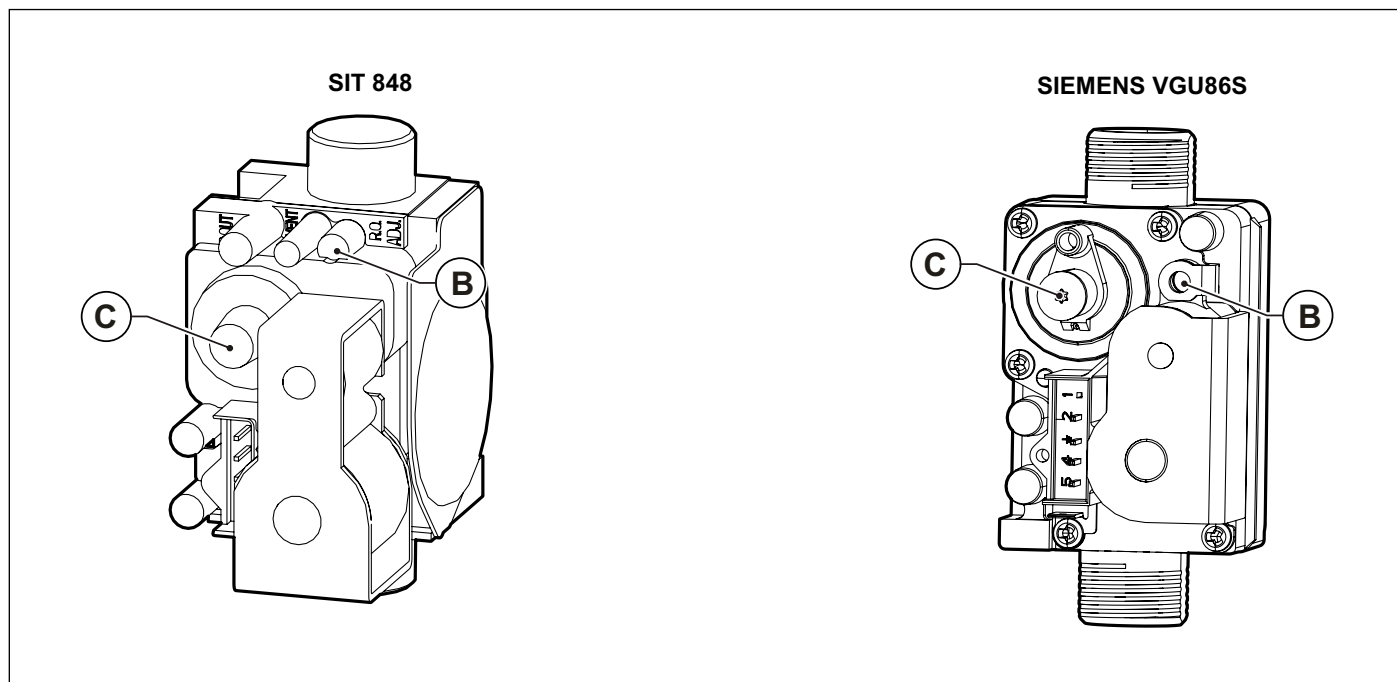

Fig. 45 Reglarea valvei de gaz
- Reglați valoarea dioxidului de carbon (CO₂) din gazele arse, rotind regulatorul de raport **B** (vezi Fig. 45 Reglarea valvei de gaz) și asigurați-vă că reintră în limitele din Tab. 27 Valori ale CO₂ în gazele arse. Lăsați centrala în modul curățare și treceți la pasul următor de reglare la puterea minimă.
- Reglați valoarea dioxidului de carbon (CO₂) din gazele arse, rotind regulatorul **C** (vezi Fig. 45 Reglarea valvei de gaz) și asigurați-vă că reintră în limitele din Tab. 27 Valori ale CO₂ în gazele arse.
- Rotiți regulatorul de raport **B** (a se vedea Fig. 45 Reglarea valvei de gaz) pentru a regla valoarea oxigenului (O₂) din gazele de ardere până când aceasta se încadrează în limitele Tab. 29 Valorile de O₂ în gazele de ardere.
- Verificați dacă valoarea monoxidului de carbon (CO) din gazele de ardere la putere maximă este sub limita de la Tab. 29 Valorile de O₂ în gazele de ardere.
- Rotiți regulatorul de offset **C** (a se vedea Fig. 45 Reglarea valvei de gaz) pentru a regla valoarea oxigenului (O₂) din gazele de ardere și presiunea de compensare până când ambele se află în limitele valorilor de Tab. 29 Valorile de O₂ în gazele de ardere.
- Verificați dacă valoarea monoxidului de carbon (CO) din gazele de ardere la puterea minimă este încă sub limita de Tab. 29 Valorile de O₂ în gazele de ardere.